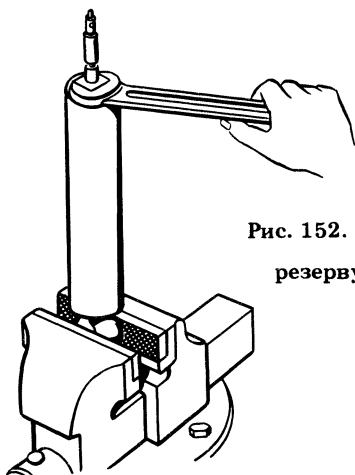

Рис. 152. Отвертывание гайки резервуара амортизатора
1. Зажать амортизатор в тиски за нижнюю проушину в вертикальном положении, как показано на рис. 152.